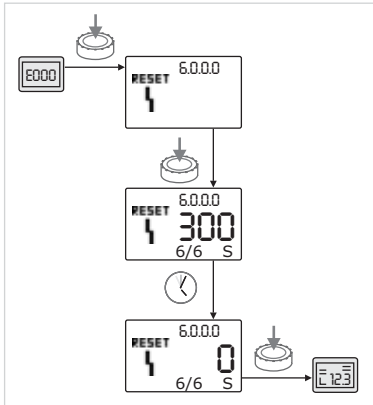

Fig. 60: Conferma del tipo di errore B (X = Y)
- Se l'attuale frequenza con cui è comparso l'errore è uguale a quella massima (fig. 60):